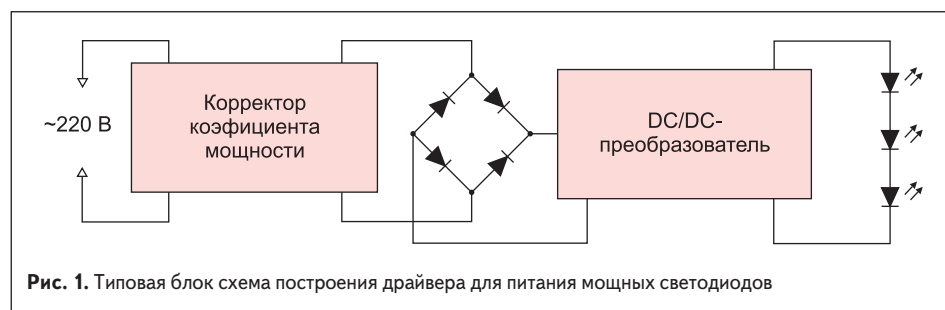

Рис. 1. Типовая блок-схема построения драйвера для питания мощных светодиодов
**М**ощные белые светодиоды призваны заменить лампы накаливания с низким коэффициентом полезного действия (КПД), а также лампы дневного света, которым после выработки ресурса требуется особая утилизация, поскольку они содержат вредные для здоровья и окружающей среды материалы. По сравнению с лампами накаливания светодиод имеет высокий КПД, более длительный срок службы и не требует специальной утилизации. При применении светодиодов в качестве источника света необходимо учитывать, что, в отличие от ламп накаливания, для эффективной работы через светодиод должен протекать стабилизированный постоянный ток. Поэтому необходимо специализированное устройство — светодиодный драйвер. На рис. 1 представлена типовая блок-схема построения драйвера для питания мощных светодиодов. Типовой драйвер будет состоять из корректора коэффициента мощности (ККМ), выпрямителя и DC/DC-преобразователя. Использование нелинейных DC/DC-преобразователей вынуждает применять ККМ. Простейший ККМ должен выполнять сглаживание импульсного потребления нагрузки и выделение низшей, т. е. основной гармоники потребления тока.